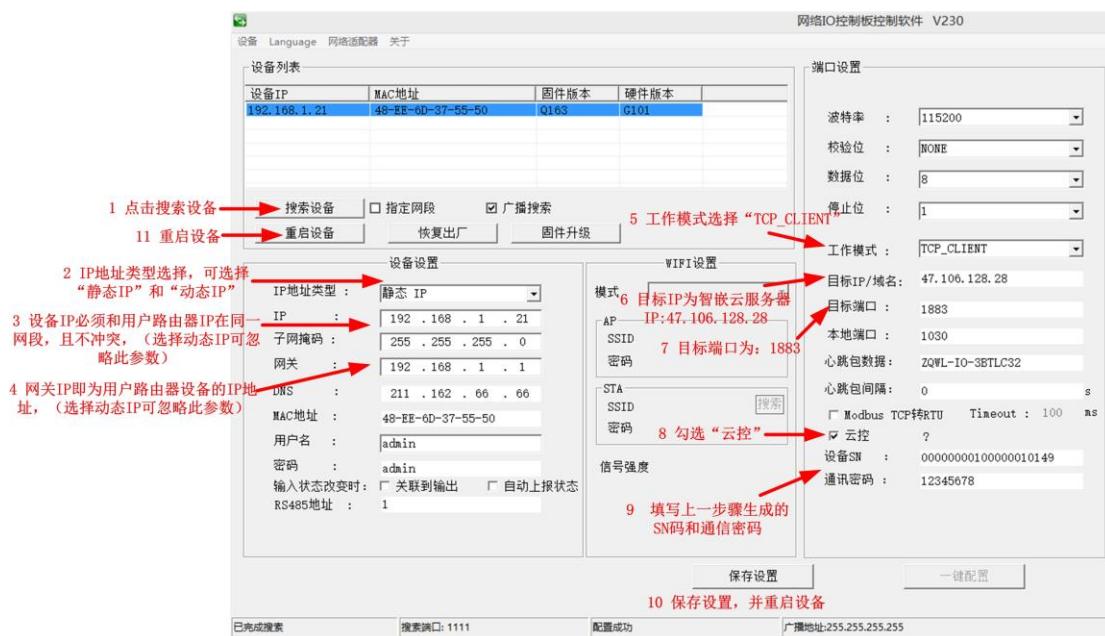

图 9.7 设备参数配置
打开“网络 IO 控制板配置软件”，按图 9.7 所示步骤进行配置。
- ① 保存参数并重启设备，参数方可生效。
- ② IP 地址类型选择“动态 IP”时，图 9.7 中的第 3、4 步可不设置。